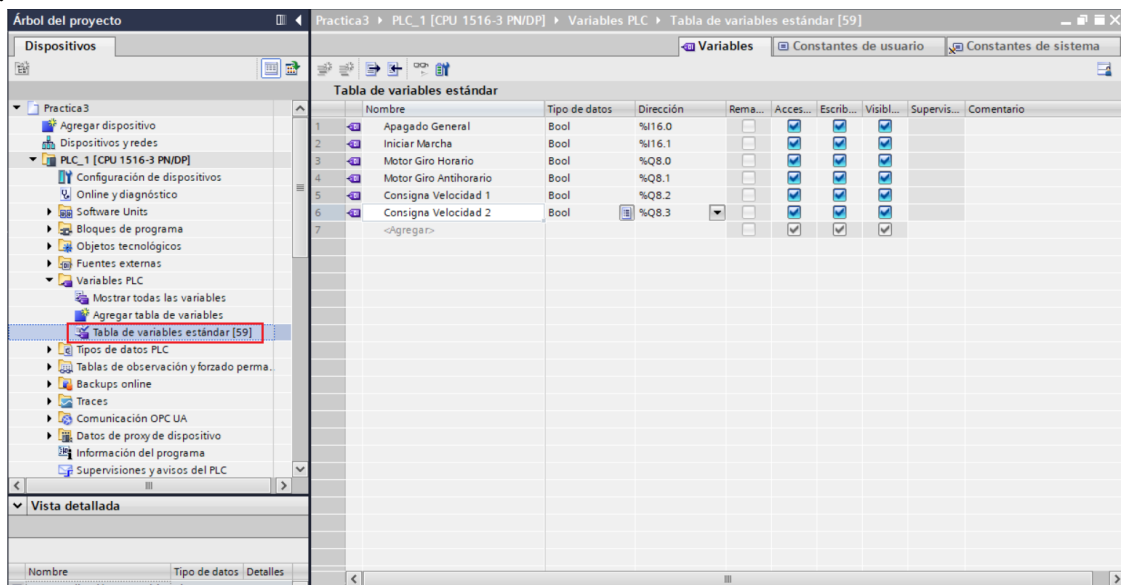

Figura 15: Variables PLC.
- Dentro de esta ventana se asignan los nombres para las variables de entrada y salidas del PLC (ver Figura 15).